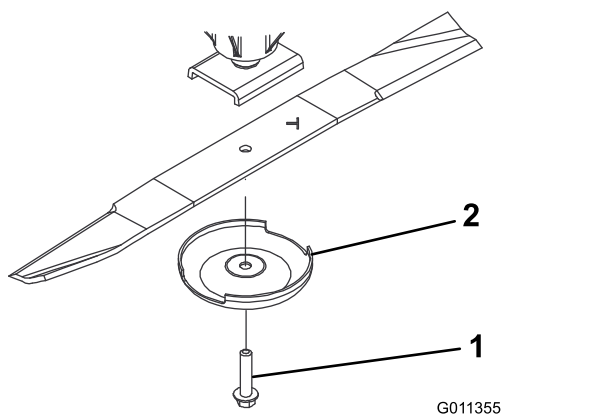

Рисунок 71
2. Возьмитесь за конец ножа рукой в перчатке на толстой подкладке или через слой ветоши. Снимите болт ножа, защитный колпак и нож с вала шпинделя (Рисунок 71).
3. Установите нож полотном в направлении режущей деки вместе с крышкой предотвращения повреждения почвы и болтом ножа (Рисунок 71). Затяните болт ножа с моментом 115-149 Н•м.